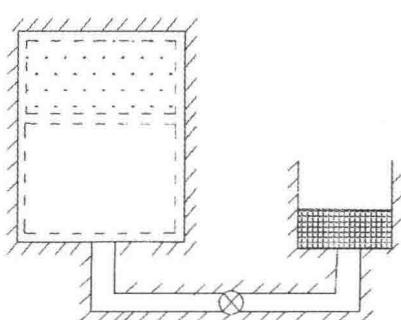
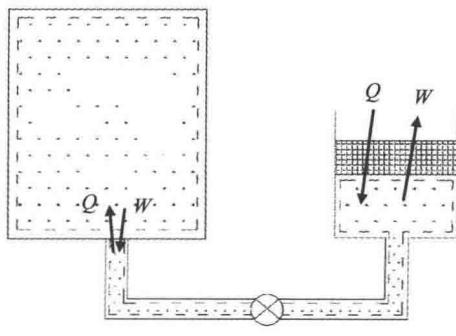

图 1.4
图 1.5
(2) 若以容器放气后残留在容器内的气体作为分析对象，同样也是闭口系统。这时放气前的边界如图 1.4 中的虚线所示。放气后的边界如图 1.5 的虚线表示。残留气体对离开容器的那部分放逸气体所做的功，是本闭口系统与外界交换的功，残留气体与放逸气体之间交换的热量是本系统的传热量。
(3) 类似地，若以放逸气体为分析对象，同样也是闭口系统。其边界将如图 1.4 和图 1.5 中的虚线所示。此闭口系统与外界交换的功量除了与残留气体之间的功量（大小与第二种情况的相同，方向相反）外，还应包括对活塞所作的功。同样，除了与残留气体之间的传热量（大小与第二种情况的相同，方向相反）外，还应包括通过活塞与外界交换的热量。
(4) 若以容器或气缸为分析对象，则均属开口系统，容器的壁面或气缸与活塞的壁面为其边界。前者以对放逸气体作出的流动功与传热量为系统与外界交换的功量与热量，后者以活塞及管道内气体的功量与热量为系统与外界交换的功量与热量。